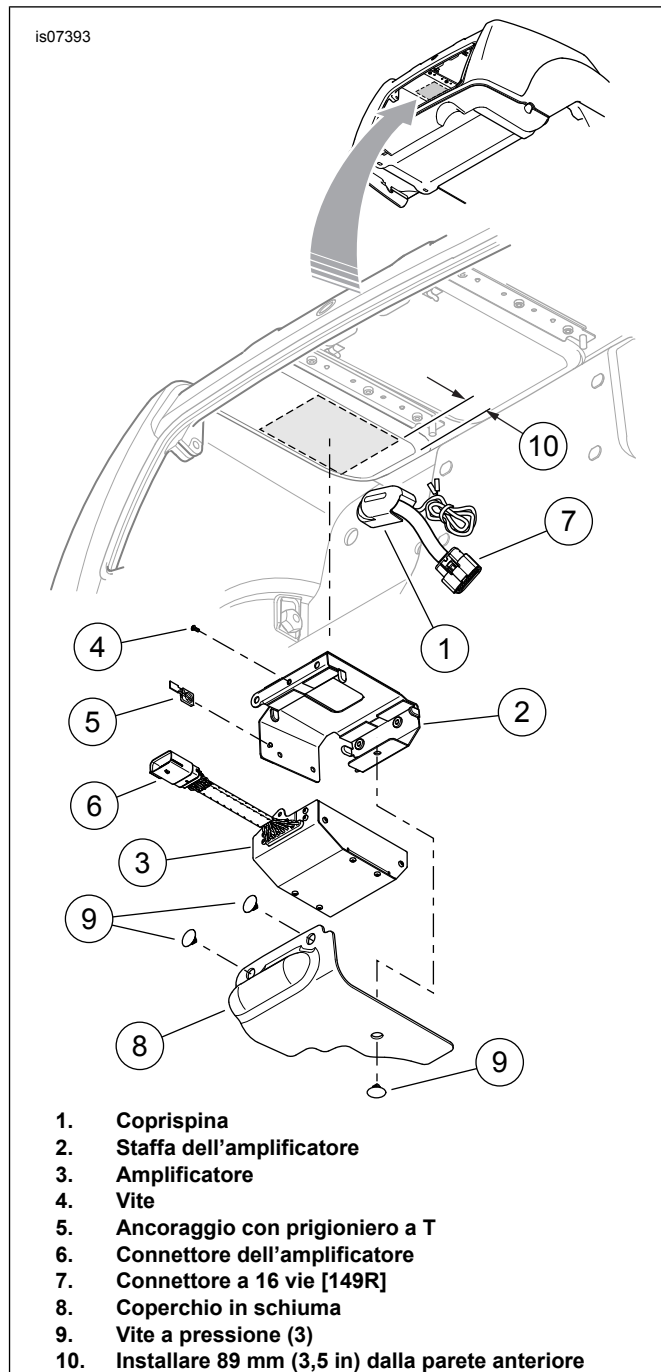

Figura 5. Montaggio dell'amplificatore secondario
3. Vedere Figura 5. Installare il coprispina (1) sopra il connettore dell'attacco del pannello ed il cablaggio di collegamento dalla parte **interna** del vano portaoggetti. Inserire due viti attraverso la flangia del connettore e la parete del vano portaoggetti dall'**esterno** del vano portaoggetti e nei fori filettati nel coprispina. Serrare ad una coppia di 3,95–4,52 N·m (35–40 in-lbs).
5. Vedere Figura 5. Pulire l'area piatta sul lato inferiore della copertura del vano portaoggetti sul retro del coprispina (1) del connettore dell'attacco del pannello con una soluzione 50-50 di alcool isopropilico ed acqua distillata. Attendere che si asciughi completamente.
6. Rimuovere il rivestimento dalla parte posteriore adesiva della staffa dell'amplificatore (2). Posizionare con cautela la staffa sulla parte inferiore della copertura del vano portaoggetti, come illustrato, centrata nell'area piatta, approssimativamente 89 mm (3.5 in) dalla parete anteriore del vano portaoggetti e premere con decisione per insediarla. Tenere la staffa in posizione applicando una pressione costante per alcuni minuti.
7. Posizionare l'amplificatore (3) sulla staffa, con i coni di metallo su un lato ben insediati negli occhielli di gomma della staffa.
8. Fissare l'amplificatore alla staffa con la vite (4).
9. Fissare l'ancoraggio del prigioniero a T (5) al connettore dell'amplificatore (6).
10. Collegare il connettore del cablaggio di collegamento a 16 vie [149R] (7) al connettore dell'amplificatore. Fissare l'ancoraggio al prigioniero a T sulla staffa dell'amplificatore.